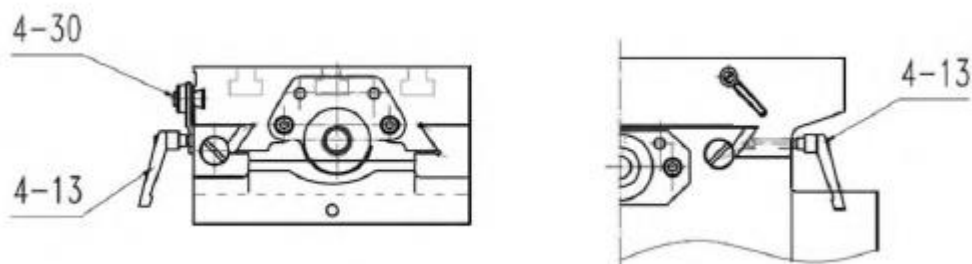

Рис.4
(1) При фрезеровании влево и вправо рекомендуется зафиксировать движение стола вперед и назад, чтобы обеспечить точность работы. Для этого, следует затянуть лепестковый винт (4-13), расположенный с правой стороны основания стола (Рис. 4).
(2) Зафиксировать стол при перемещении влево и вправо для переднего и заднего фрезерования. Затянуть два маленьких лепестковых винта (4-13) на передней стороне основания стола (Рис. 4).
(3) На передней стороне стола предусмотрены регулируемые ограничители хода для контроля поперечного хода и требуемой длины фрезерования.